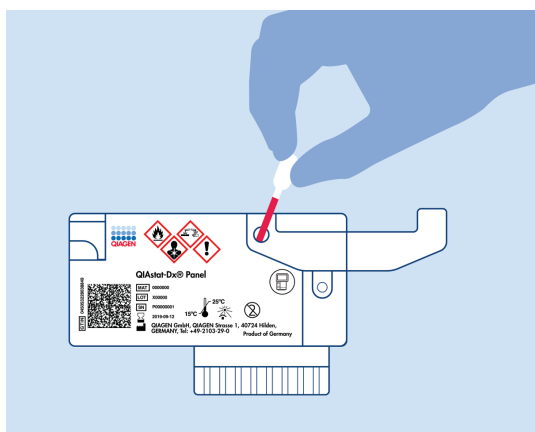

Figura 8. Transferindo a amostra para a porta principal do QIAstat-Dx ME Panel Cartridge.
7. Transfira cuidadosamente 200 µl de amostra para a porta principal do QIAstat-Dx ME Panel Cartridge usando a pipeta de transferência de uso único fornecida (Figura 8).